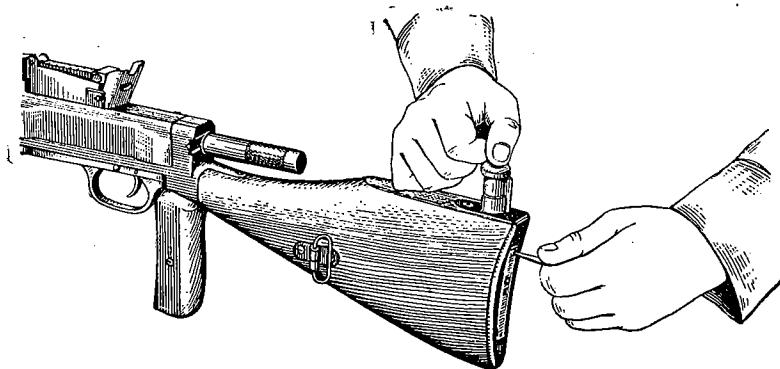

Рис. 41. Вынимание масленки из гнезда в прикладе
2. Вынуть футляр с принадлежностью из гнезда в прикладе: взять в левую руку соломенную деревянную палочку и нажать на пружину через отверстие в крышке затыльника приклада (рис. 41), а правой рукой вынуть масленку вверх. После этого крышка откроется сама.